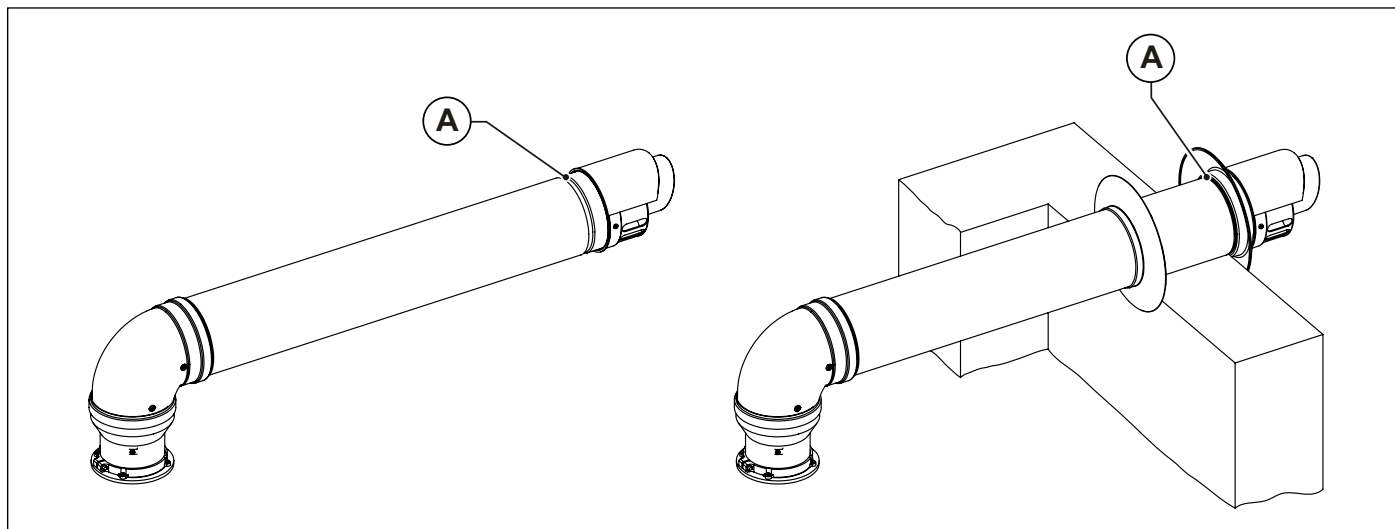

Fig. 18 Instalación terminales en el pared
Los terminales de aspiración de aire y evacuación de los humos, desdoblados y coaxiales, están dotados de un canal (A) en la parte final para la fijación del rosetón externo (ver Fig. 18 Instalación terminales en el pared).